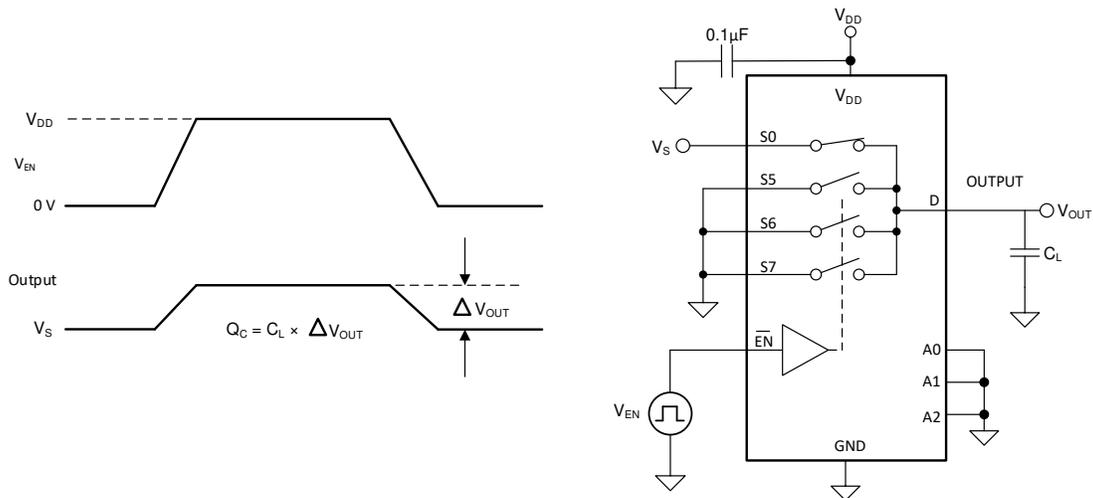

図 7-7. 電荷注入測定時の設定
TMUX1308A デバイスと TMUX1309A デバイスは、伝送ゲートトポロジを採用しています。NMOS トランジスタと PMOS トランジスタの間で容量の不一致がある場合、ゲート信号の立ち下がりエッジまたは立ち上がりエッジにおいて、ドレインまたはソースに電荷が注入されます。デバイスのソースまたはドレインに注入される電荷の量を電荷注入と呼び、 $Q_C$  という記号で表します。図 7-7 に、ソース (Sx) からドレイン (D) に向けた電荷注入の測定に使用する構成を示します。